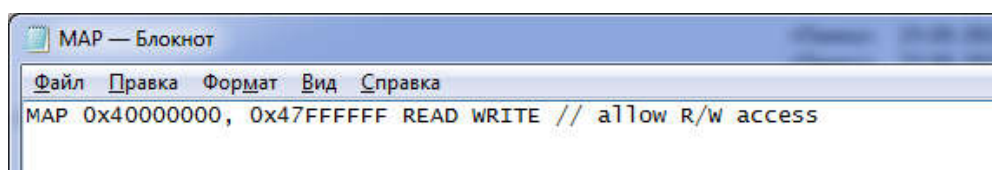

Рис.10
4.3 Выполнить настройку режима отладки для проекта. Необходимо сформировать в папке проекта файл *MAP.ini* (рис.10) со следующим содержанием: